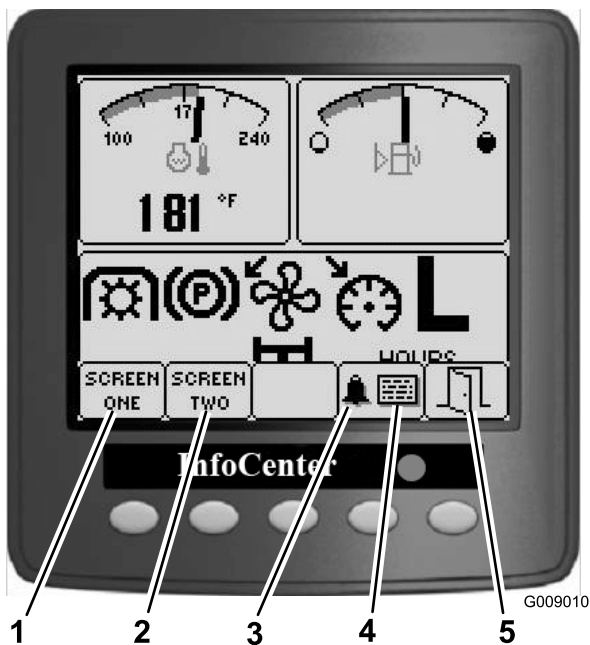

Figura 13
- Pulse el botón correspondiente para ver la pantalla 1 o la pantalla 2, detener la alarma sonora, ver la pantalla de fallos o salir (Figura 13).